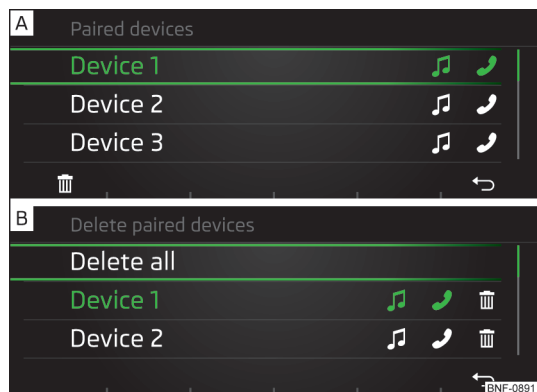

Fig. 115
På listen over parrede eksterne apparater vises symbolerne for Bluetooth®-profilerne ved den forbundne telefon » Fig. 115 – [A].
- Vælg det eksterne apparat » Fig. 115 – [A] med regulatoren ⏮.
- Tryk på funktionsknappen » Fig. 115 – [A].
- Vælg det eksterne apparat » Fig. 115 – [B] med regulatoren ⏮.